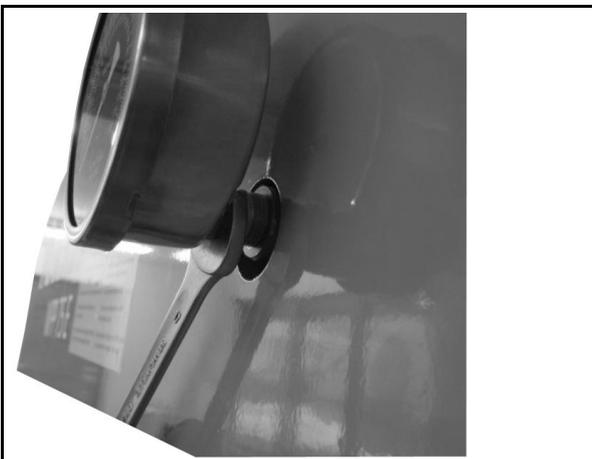

Abb. 12: Manometer montieren
Schritt 2: Die Pumpeneinheit mit den Schrauben und Scheiben außen am Gestell fixieren (siehe Abb. 12).